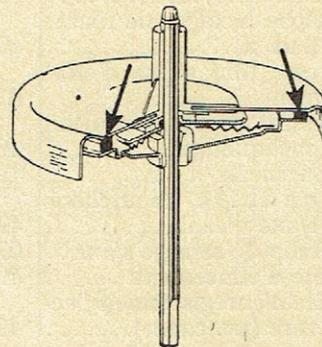

Fig. 10
b) Par trois blocs de feutre (grand couple d'entraînement, voir fig. 10).